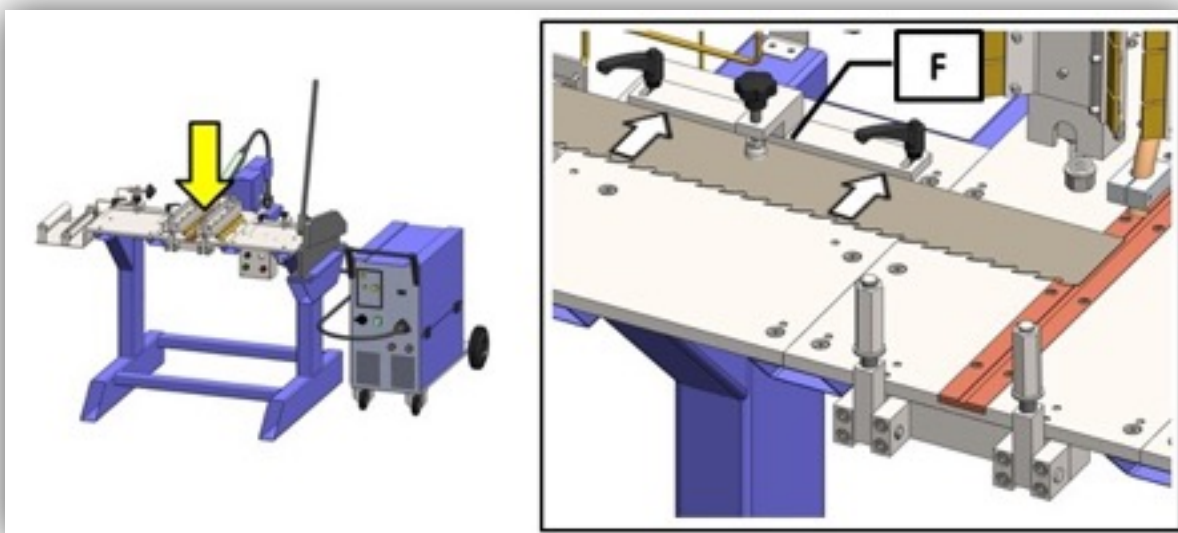

Figura 20
③ Coloque la cinta en la plataforma de la máquina de manera que quede centrada entre las dos piezas del tornillo I (ver Figura 1). Bloquee la cinta con el prensador lateral de la alineación F (véase la Figura 20).